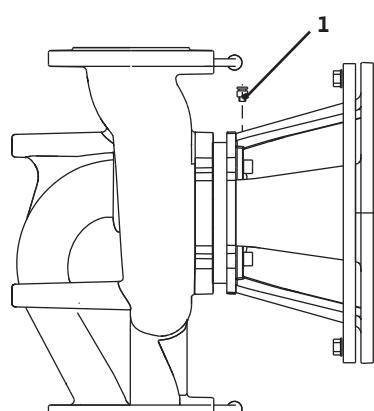

Fig. 38: Udluftningsventil
- Udluft pumperne ved at løsne udluftningsventilerne (fig. 38, pos. 1). Tørløb ødelægger pumpens glideringstætning. Differenstryktransmitteren må ikke udluftes (fare for ødelæggelse).